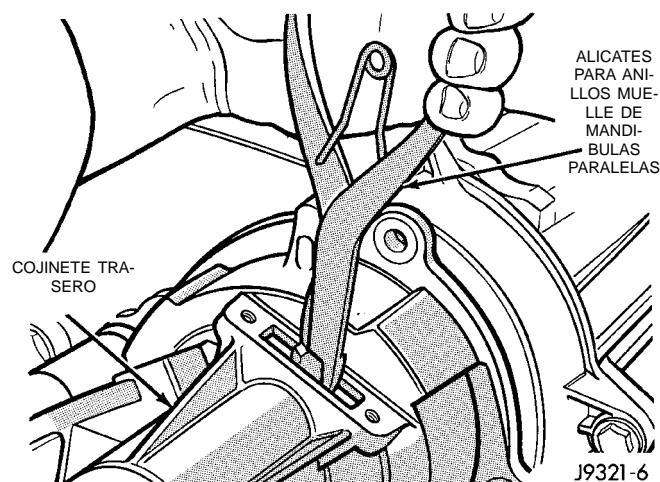
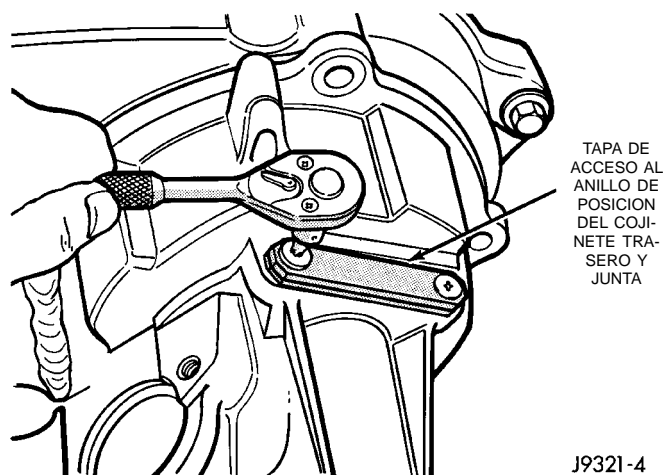

Fig. 81 Enganche del anillo de posición del cojinete trasero
Fig. 82 Instalación de la tapa de acceso al anillo de posición y la junta
- (10) Abra el anillo de posición del cojinete trasero y deslice el retenedor trasero hasta su posición en la caja trasera (Fig. 81).
- (11) Instale y apriete los pernos del retenedor trasero con una torsión de 27-34 N·m (20-25 lbs. pie).
- (12) Instale la tapa de acceso del anillo de posición y la junta (Fig. 82). Apriete los tornillos de fijación de la placa con una torsión de 10 N·m (85 lbs. pulg.).